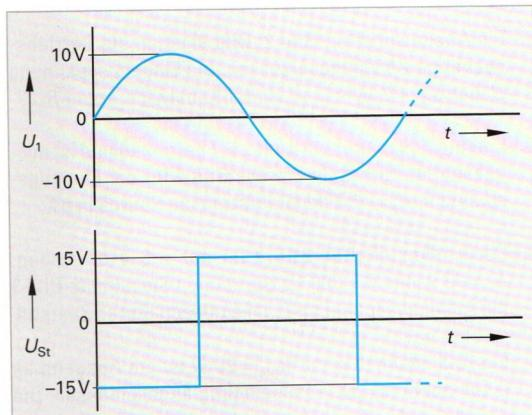

Bild 2: Eingangsspannung und Steuerspannung eines Analogschalters
4. An Schaltung **Bild 1b** werden die Signalverläufe **Bild 2** aufgenommen. Skizzieren Sie a)  $u_2(t)$  und b)  $u_{GS}(t)$ .
Eine Schalterzelle besteht aus einem N-Kanal-MOS-FET und einem P-Kanal-MOS-FET, die parallel geschaltet sind (**Bild 2**). Eine positive Gate-Spannung an  $K_1$  und eine negative an das Gate von  $K_2$  macht den Schalter leitend. Source und Drain sind die beiden Schalteranschlüsse. Im Schalter integrierte Pegelwandler ermöglichen die Ansteuerung mit z.B. TTL-Pegel (0 V und 5 V).